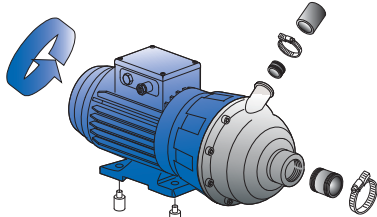

Abb. 1
- 5) **Es ist wichtig, sofort die richtige Drehrichtung der Pumpe beim Drücken der START-Taste A zu überprüfen, und zwar vor dem ersten Gang, weil sich eine dreiphasige Pumpe falsch herum drehen könnte. Über den Orientierungspfeil hinaus kann dies auch durch ein übermäßiges Geräusch während des Spülzyklus bemerkt werden (siehe Abb. 1).**